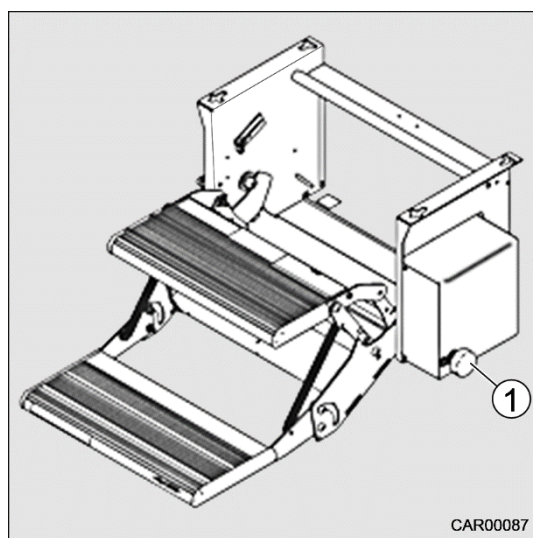

Fig. 216 Déverrouillage de secours
1. Tirer le bouton de commande (Fig. 216/1) sur le moteur du marche-pied vers l'extérieur.